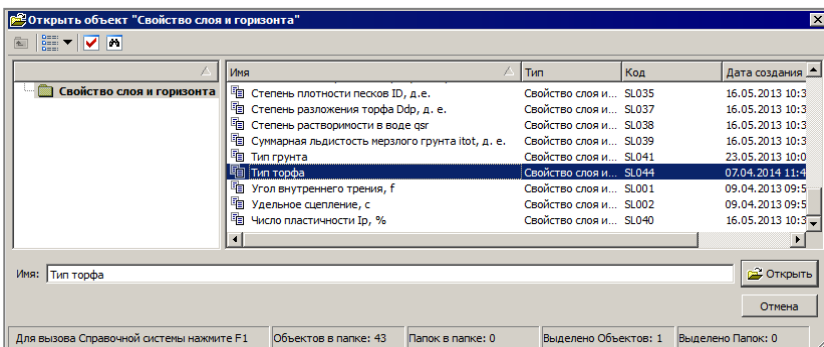

Рис. 7.5
- Кнопка в поле параметра **Выбор свойства для определения типа торфа** открывает диалог, в котором необходимо выбрать семантическое свойство **Тип торфа** (рис. 7.5). Это свойство является ключом для связи с геологическим строением проекта геологии (вода имеет значение 6, торф типа ШБ–5, ША–4, П–3, ИБ–2, IA–1, минеральное дно – 0).